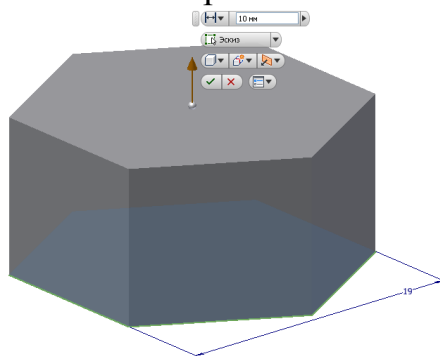

Рис. 3.19. Результат выдавливания
5. Нажмите на кнопку «Выдавить»  в панели «Создать» и введите в сопровождающем меню высоту гайки 10 мм (рис. 3.19). Нажмите кнопку «ОК».